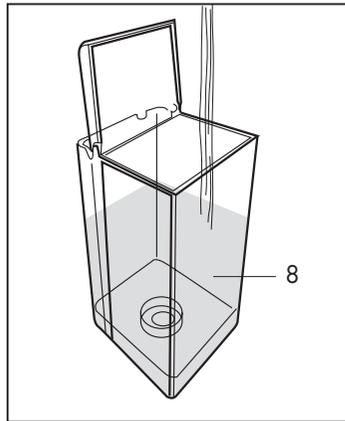

Fig. 2
- Llene el depósito con agua hasta un máximo de 2,5 litros. **(Fig.2)**